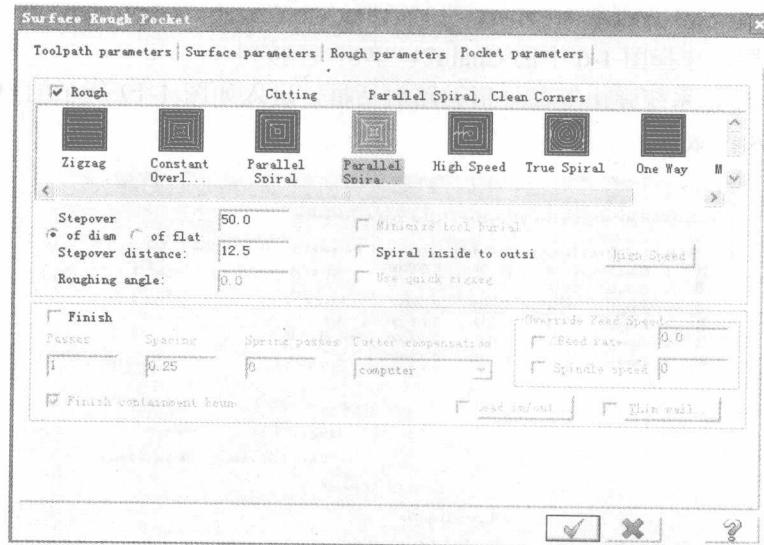

图 1-17 设置挖槽参数
⑧ 单击曲面挖槽刀路中 Pocket parameters 对话框，设置挖槽参数，如图 1-17 所示。